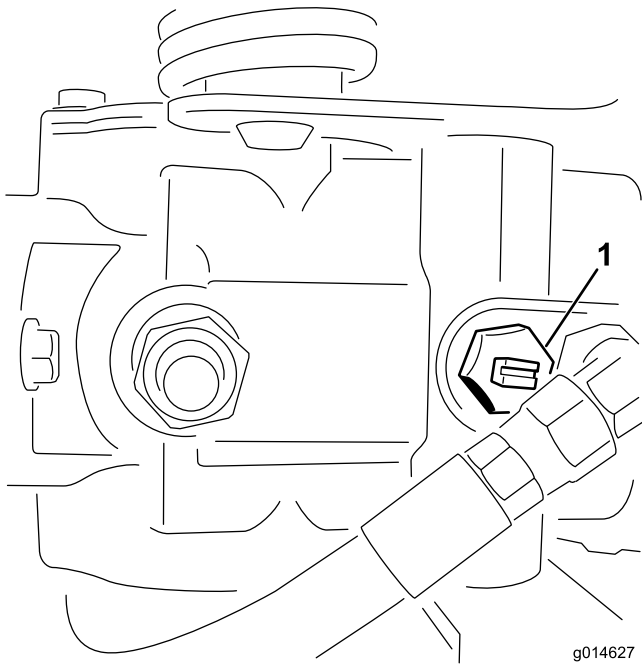

Bild 44
1. Ermitteln Sie das Sicherheitsventil an der Pumpe und drehen Sie es, sodass der Schlitz vertikal ist (Bild 44).
2. Schließen Sie vor dem Starten des Motors das Sicherheitsventil. Drehen Sie den Schlitz des Ventils in die horizontale Stellung (Bild 44). Starten Sie den Motor nie, wenn das Ventil noch offen steht.